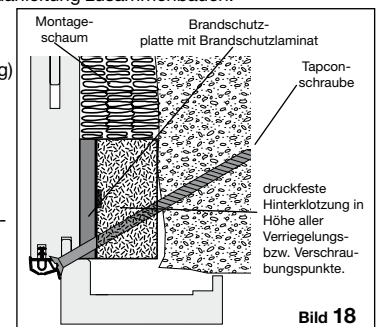

Bild 18
- Dübellos mit Tapconschrauben anschrauben, Dichtungen wieder einziehen (siehe Bild 18).